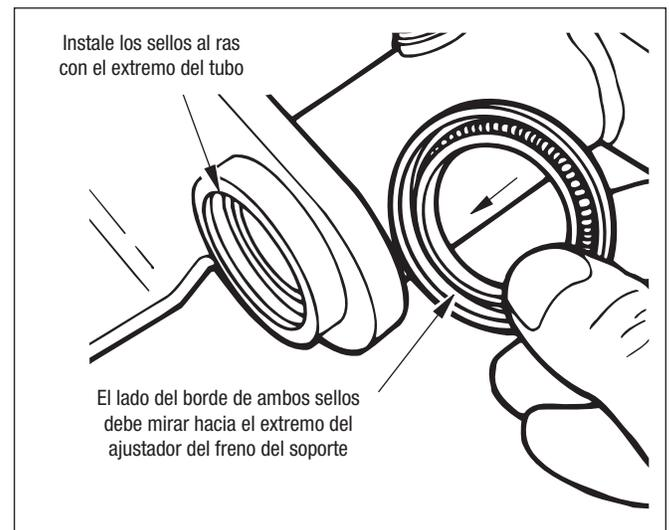

Figura 43 - Instalación del casquillo del árbol de levas
5. Instale sellos de grasa nuevos con un destornillador guiado adecuado para que los sellos estén al ras con el extremo del tubo del soporte de la cámara de aire. Consulte la figura 43.